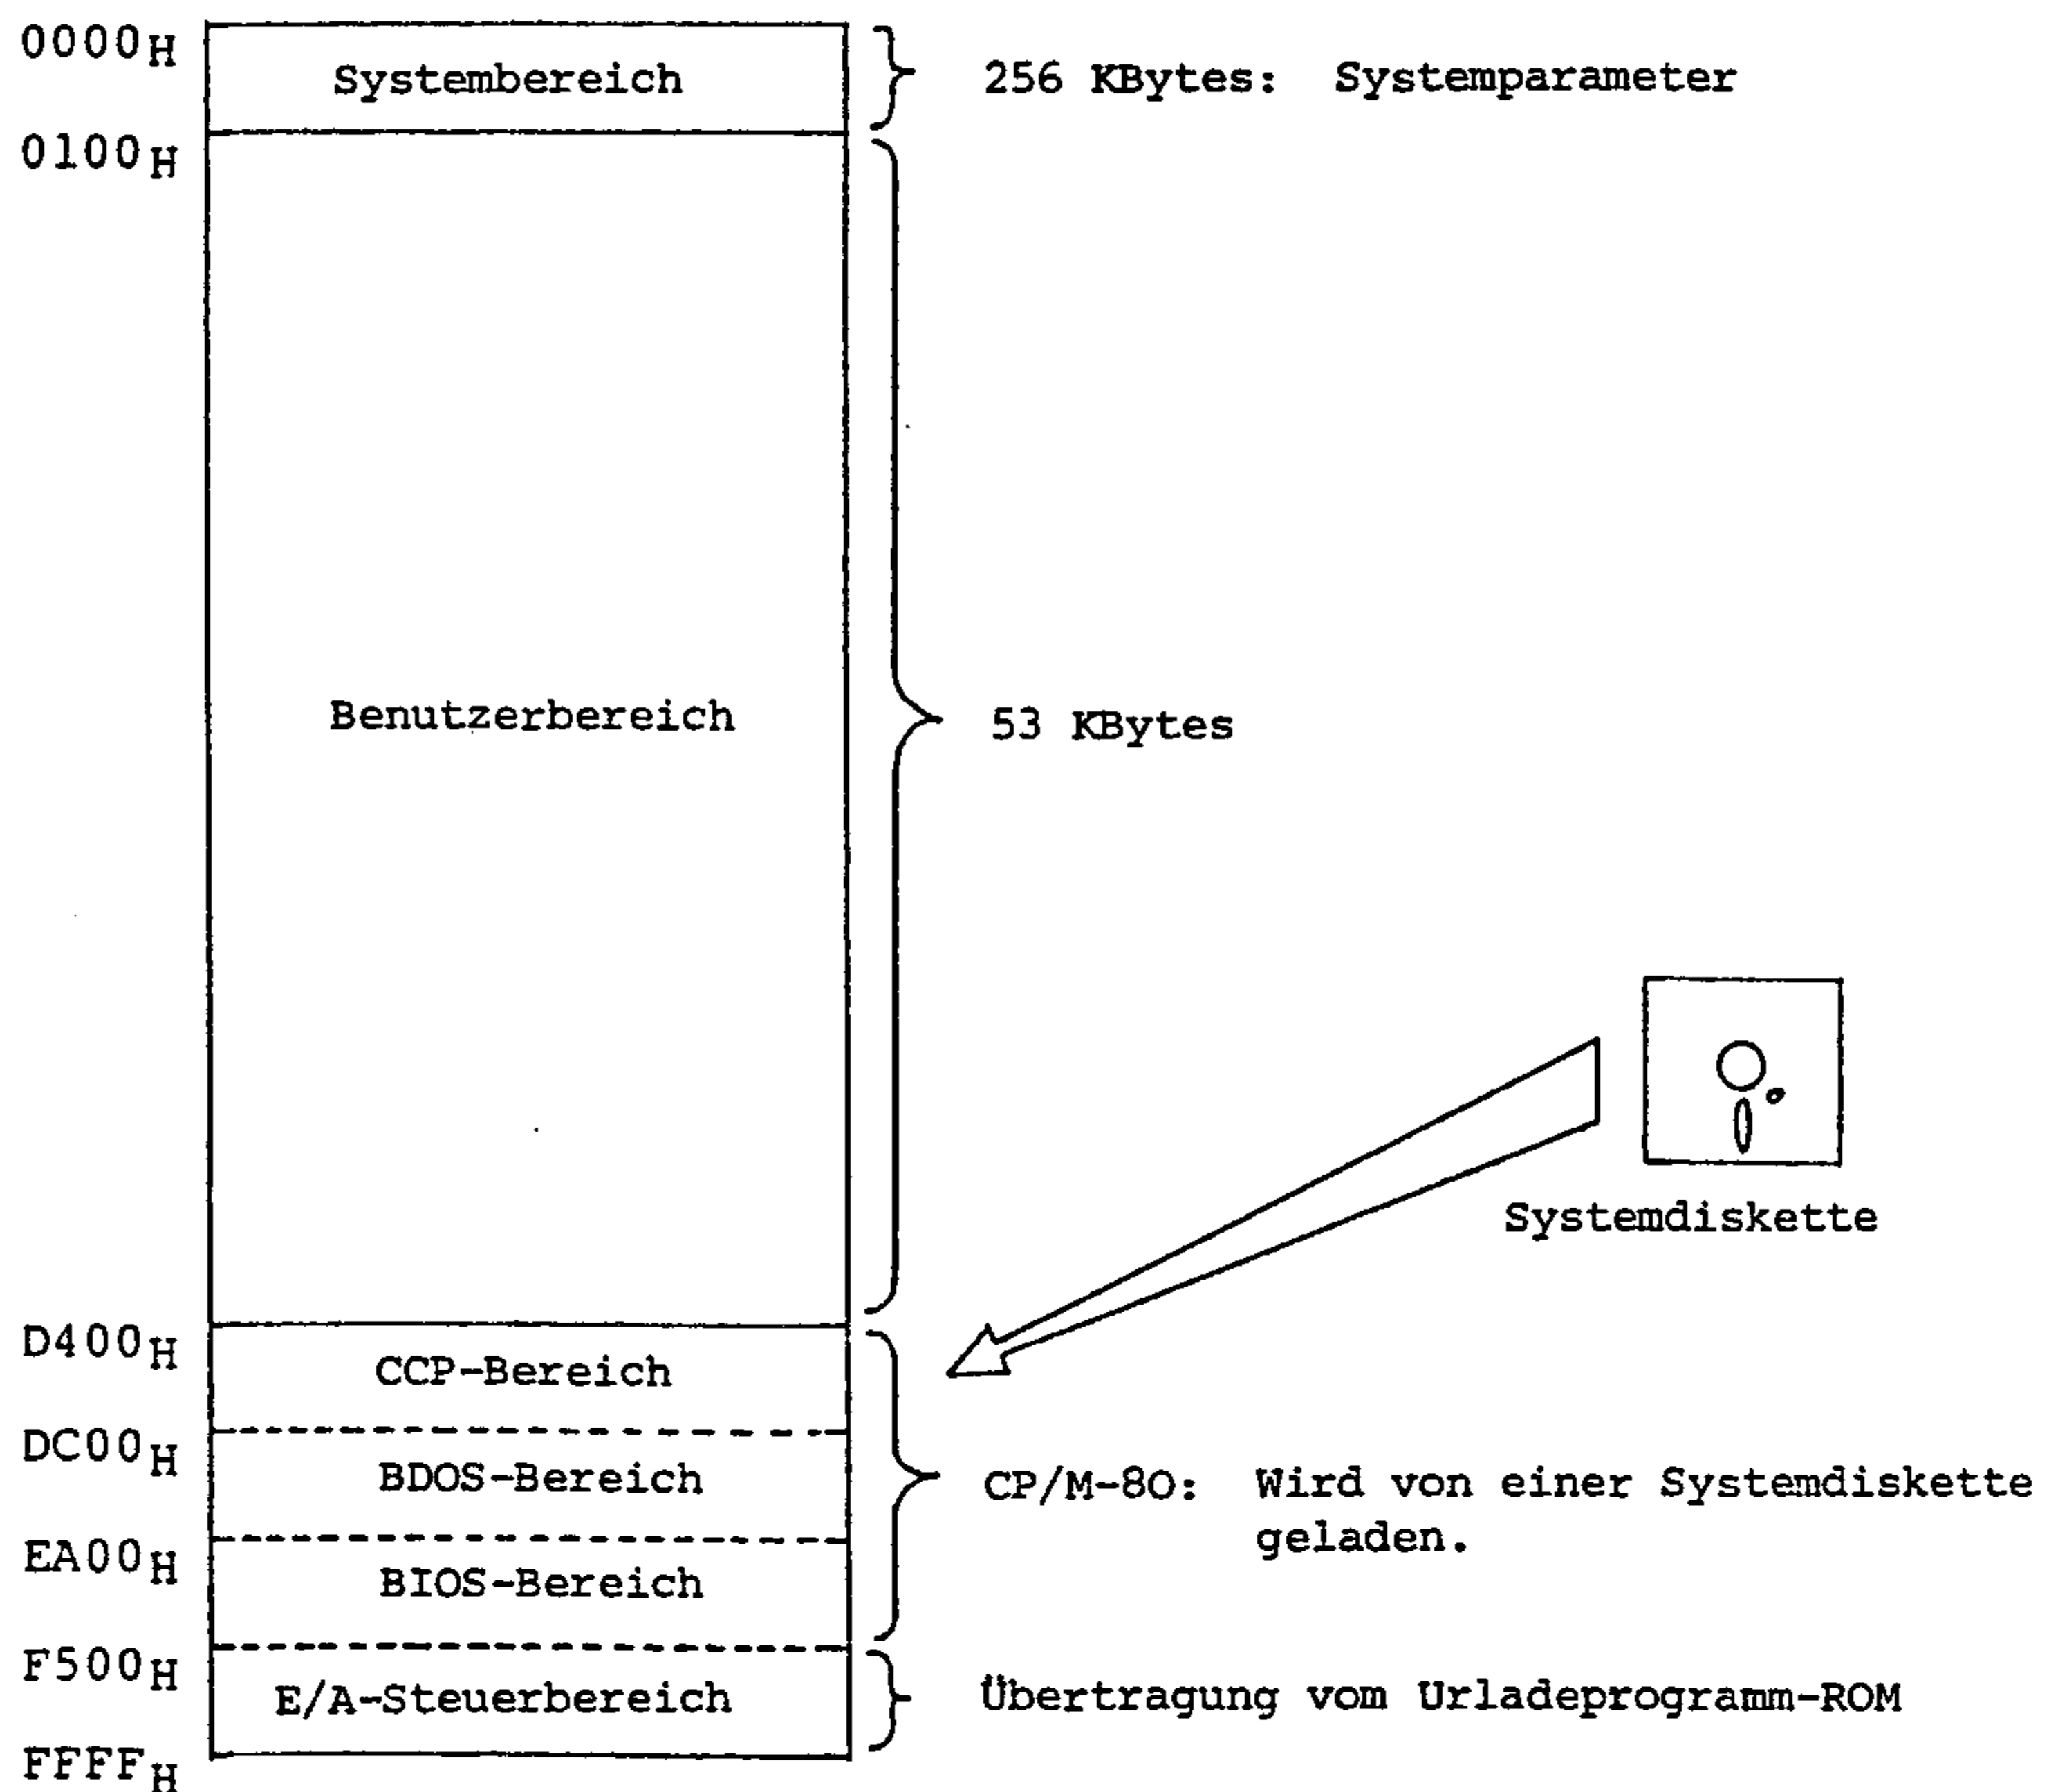

Abb. 16: Speicherzuordnung bei Verwendung von 60K CP/M-80
Bei richtigem Laden des Ladeprogramms erscheint die folgende Nachricht auf dem Bildschirm, wonach das Systemprogramm von der Systemdiskette in den Hauptspeicher geladen wird. Bei Verwendung des CP/M-80 wird das Systemprogramm in die Adressen D400(H)-F4FF(H) geladen. Siehe <Abb. 16: Speicherzuordnung bei Verwendung von 60K CP/M-80>